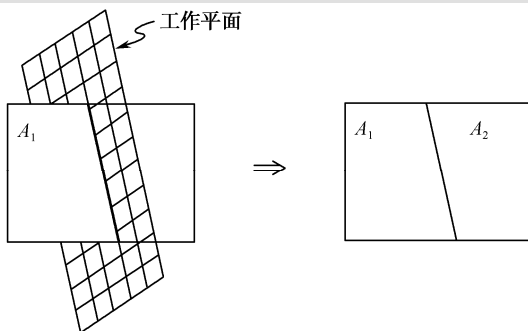

图 2-20 工作平面分割面示意图
(8) 工作平面分割面：生成两个新的面，其示意图如图 2-20 所示。